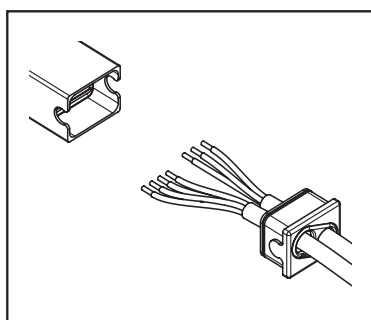

fig.4 Câble du moteur et câble d'alimentation
4. Dénuder le câble du moteur et le câble d'alimentation sur environ 3 cm, puis les fils individuels sur environ 6 mm (fig. 4).